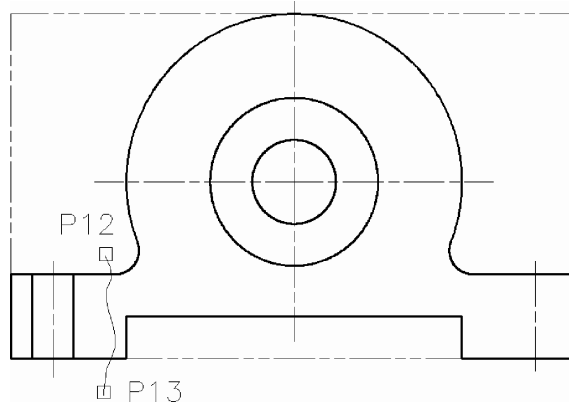

Fig. 6.129 Trasarea liniei de ruptură
- Trasarea liniei de ruptură – vezi Fig. 6.129.